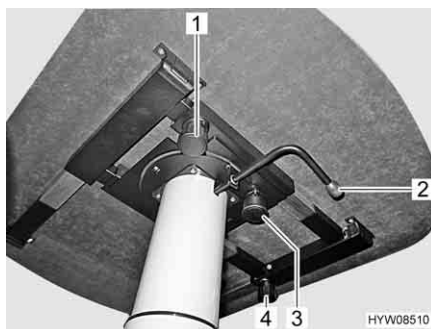

Fig. 40 Tavolo rialzabile
- Svitare la vite a testa cilindrica zigrinata (Fig. 40,4).
- Svitare la vite a testa cilindrica zigrinata (Fig. 40,1).
- Tirare il tasto (Fig. 40,3) del bloccaggio verso il basso.
- Ruotare la leva (Fig. 40,2) al di sotto del piano del tavolo di 180° verso sinistra. Il meccanismo di sollevamento nel piede del tavolo viene sbloccato.
- Ruotare la leva (Fig. 40,2) al di sotto del piano del tavolo di 180° verso sinistra. Il piano del tavolo va automaticamente verso l'alto fino al fine corsa.